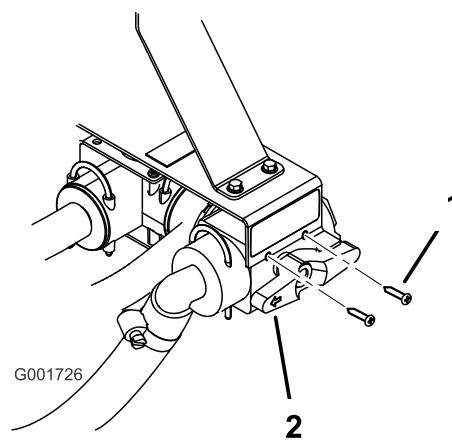

Figura 11
- 8. Sujete la válvula de control nueva al soporte usando 2 tornillos (Figura 11).